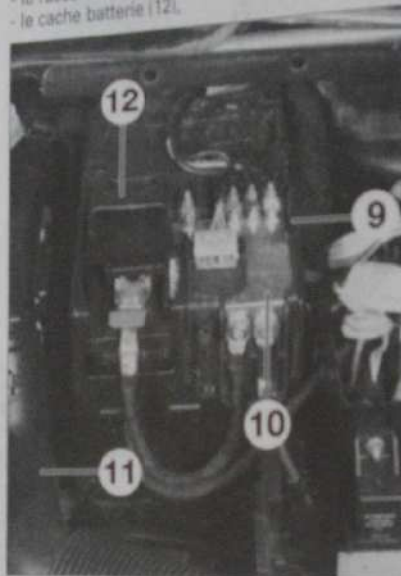

Fig. 89
- Appuyer en (9) et glisser le boîtier fusibles (10) vers le haut pour le dégrader (Fig. 89).
- le raccord d'air (11).
- le cache batterie (12).